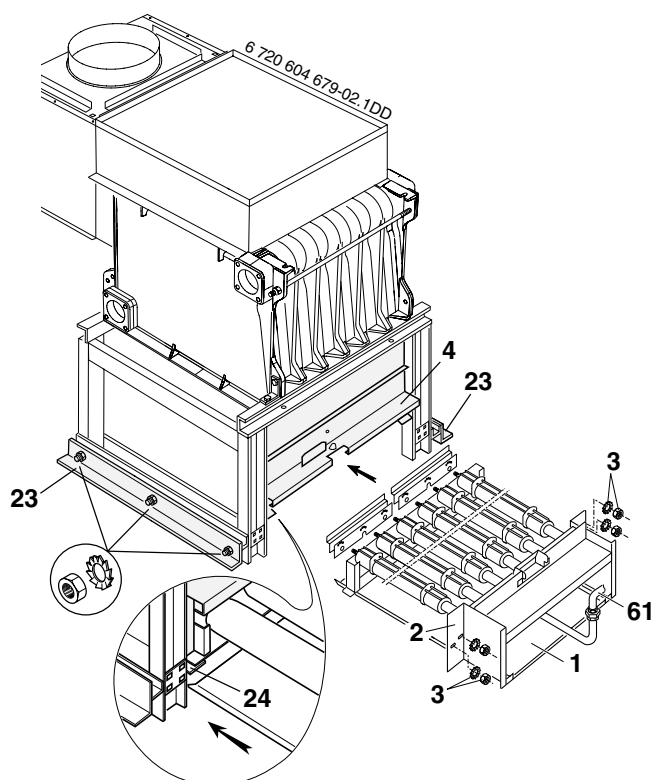
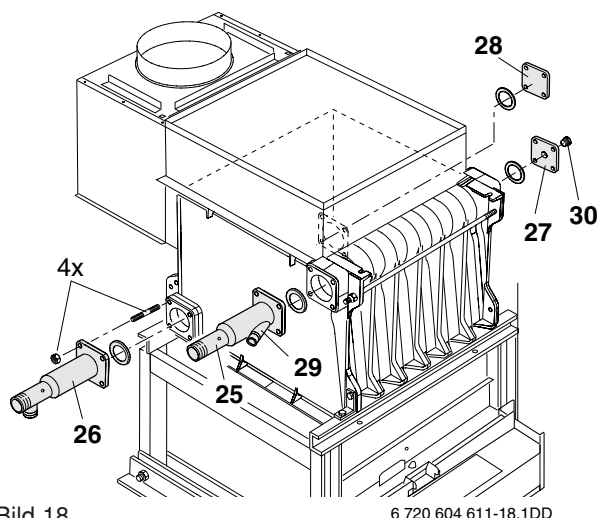

Bild 17
Bild 18
**Empfehlung :** Die Gasstraße (61) mit Zündbrenner (siehe Bild 30) sofort, oder vor dem Wiedereinbau nach Bild 17 von der Brennergruppe (2) trennen. Durch diese Maßnahme wird die Weitermontage ab Bild 18 erleichtert.